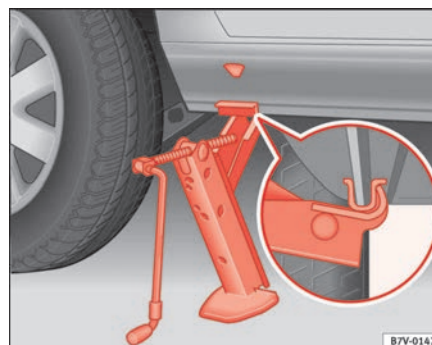

Abb. 160 Wagenheber hinten an der rechten Seite
- Richten Sie den Wagenheber aus und kurbeln Sie gleichzeitig die Wagenheberklaue weiter hoch, bis die Klaue den senkrechten Steg ⇒ **Abb. 160** (Pfeil) unter dem Fahrzeug umfasst ⇒ .
- Die Klaue des Wagenhebers muss den senkrechten Steg des Unterholms umfassen, damit der Wagenheber beim Anheben des Fahrzeugs nicht abrutschen kann ⇒ **Seite 249, Abb. 160**.